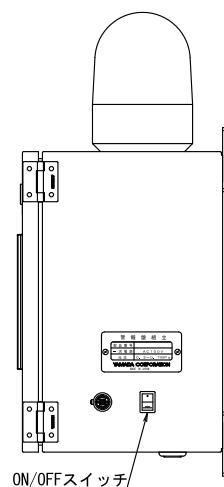

Fig.3.8
- 2) 警報盤に電源が供給されていることを確認し、警報盤右側面にある ON/OFF スイッチを操作して電源を入れてください。タッチパネルが起動します。(Fig.3.8)